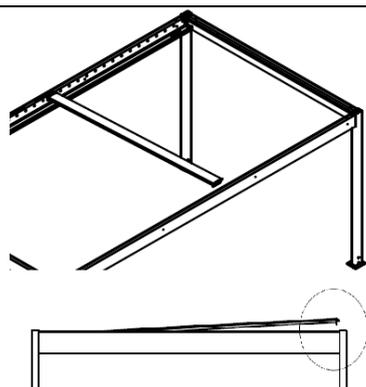

Figure 47
6. Placer la lame d'entraînement sur la poutre et insérer le côté avec une tige d'entraînement dans le trou de la lame d'entraînement (Fig. 47). Poussez à fond, puis abaissez l'extrémité opposée horizontalement et glissez sa tige dans le trou opposé de la poutre. Pousser à travers tout la lame de façon à ce que la tige du côté opposé soit complètement à l'intérieur de la poutre.